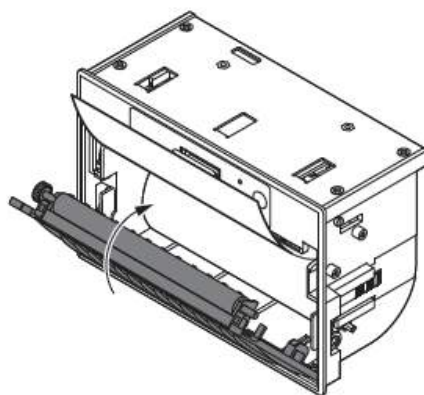

Рисунок 28
2.5.4 Подтяните бумагу, чтобы участок бумаги вышел из лотка принтера (рисунок 28).